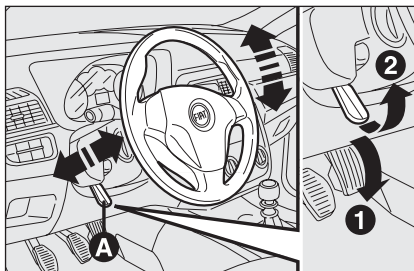

рис. 30
- Отпустить рычаг **А-Рис. 30**, перемещая его вперед (положение 1);